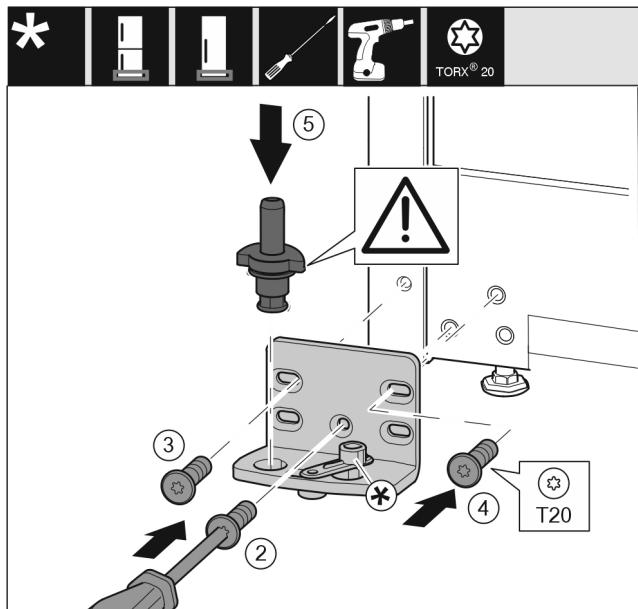

Fig. 18
- Поставете лагерната стойка от другата страна и я завийте с помощта на отвертка. Започнете с винт Fig. 18 (2) долу в средата.
- Затегнете винта Fig. 18 (3) и винта Fig. 18 (4).
- Вкарайте изцяло лагерния болт Fig. 18 (5). При това обърнете внимание на това, фиксиращата гърбица да сочи назад.